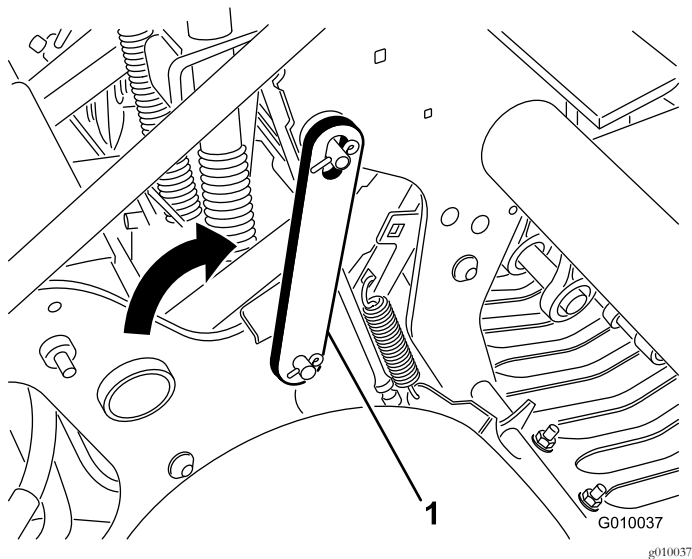

Figura 21
4. Incline o trinco de segurança para trás e introduza-o no pino da cabeça de perfuração (Figura 21). Fixe-o com o anel de bloqueio.